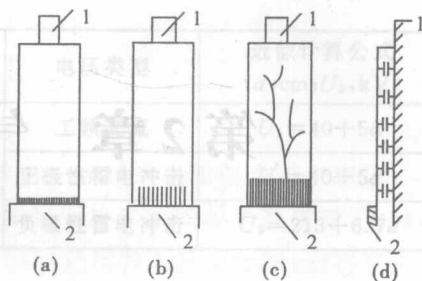

图 1-10 沿套管表面放电的示意图
答 (1) 图 1-10 为沿套管表面放电的示意图。图中法兰盘与导电杆可看作两个电极，极间是强法线分量的极不均匀电场。由于介质表面电容的影响，沿轴面的电压分布极不均匀，在法兰盘根部的电压梯度最大，即电场强度最大。当外施电压较低时，先在场强较高的法兰盘根部产生电晕；随着电压的升高，电晕放电火花向外延伸，放电区逐渐形成许多平行的细线状火花(辉光放电)。细线状火花中的带电粒子被电场的法线分量紧压在介质表面上，在切